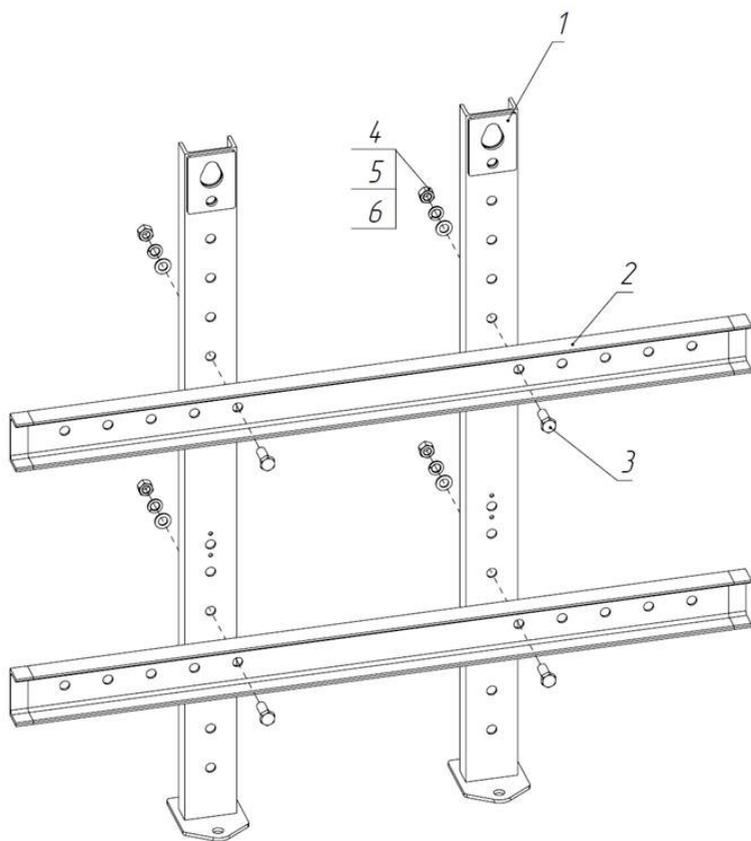

Рис. 1. Рама сборная (2 шт.)
1. Соединить (наживить) между с собой стойки (поз. 1) и поперечины (поз. 2) комплектным крепежом (поз. 3, 4, 5, 6) согласно рис. 1.